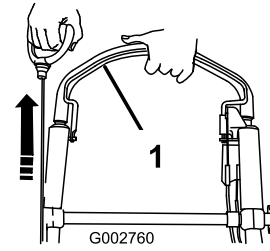

Figure 22
3. Maintenez la barre de commande de la lame contre le guidon (Figure 22).
4. Mettez le moteur en marche à l'aide du lanceur (Figure 22).